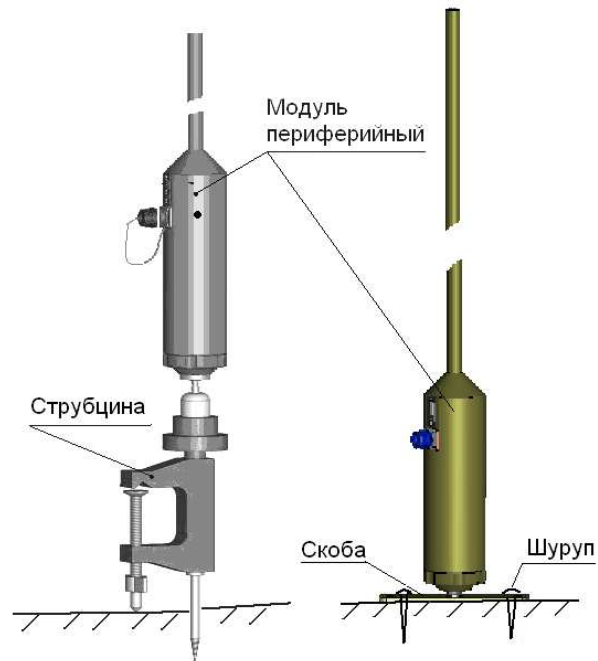

Рисунок 4 – Развёртывание МП в бетон (асфальт)
1.5.2 Развёртывание на участке с установкой в асфальт, бетон, скальный грунт, выполнять в последовательности, рисунок 4: